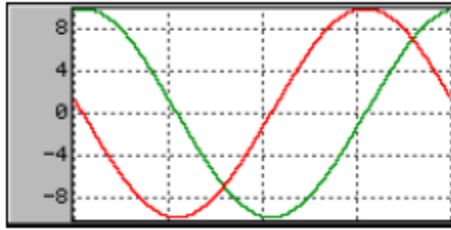
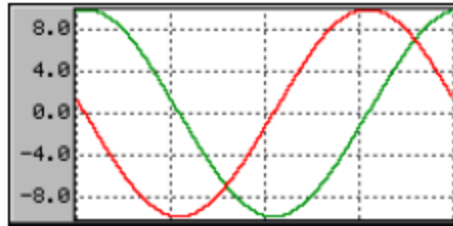

Figura 35: Prima chiamare la funzione `GRAPH_SCAL_SetNumDecs` non sono impostate cifre decimali dopo la virgola dell'oggetto scala.
Figura 36: Dopo aver chiamato la funzione `GRAPH_SCALE_SetNumDecs` è impostata una cifra decimale dopo la virgola dell'oggetto scala.
- Descrizione: imposta il numero di cifre decimali dopo la virgola dell'oggetto scala (**Figura 35** e **Figura 36**).